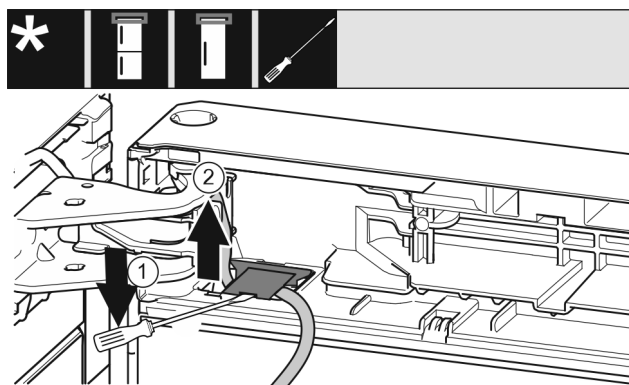

Fig. 21
- Soulever et retirer le cache à l'aide du tournevis plat. Fig. 21 (1)
- Retirer le câble. Fig. 21 (2)